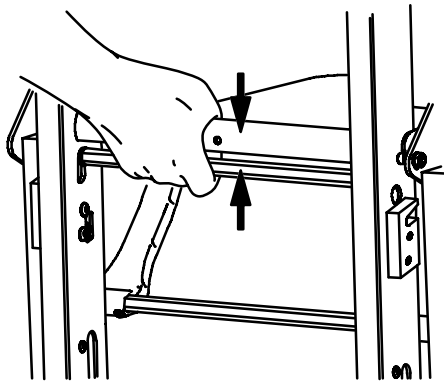

Abbildung 8 – Roter Schienenentriegelungsbügel
4. Bediener am Kopfende: Den roten Raupenentriegelungsbügel gegen den schwarzen Querholm drücken (Abbildung 8). Den Griff am Entriegelungsbügel lockern und das **Stair-TREAD** System kräftig in die voll ausgefahrene Position ziehen, bis beide Seiten sicher arretieren. Immer sicherstellen, dass beide Seiten des **Stair-TREAD** Systems arretiert sind; dazu versuchen, das System zusammenzuklappen.